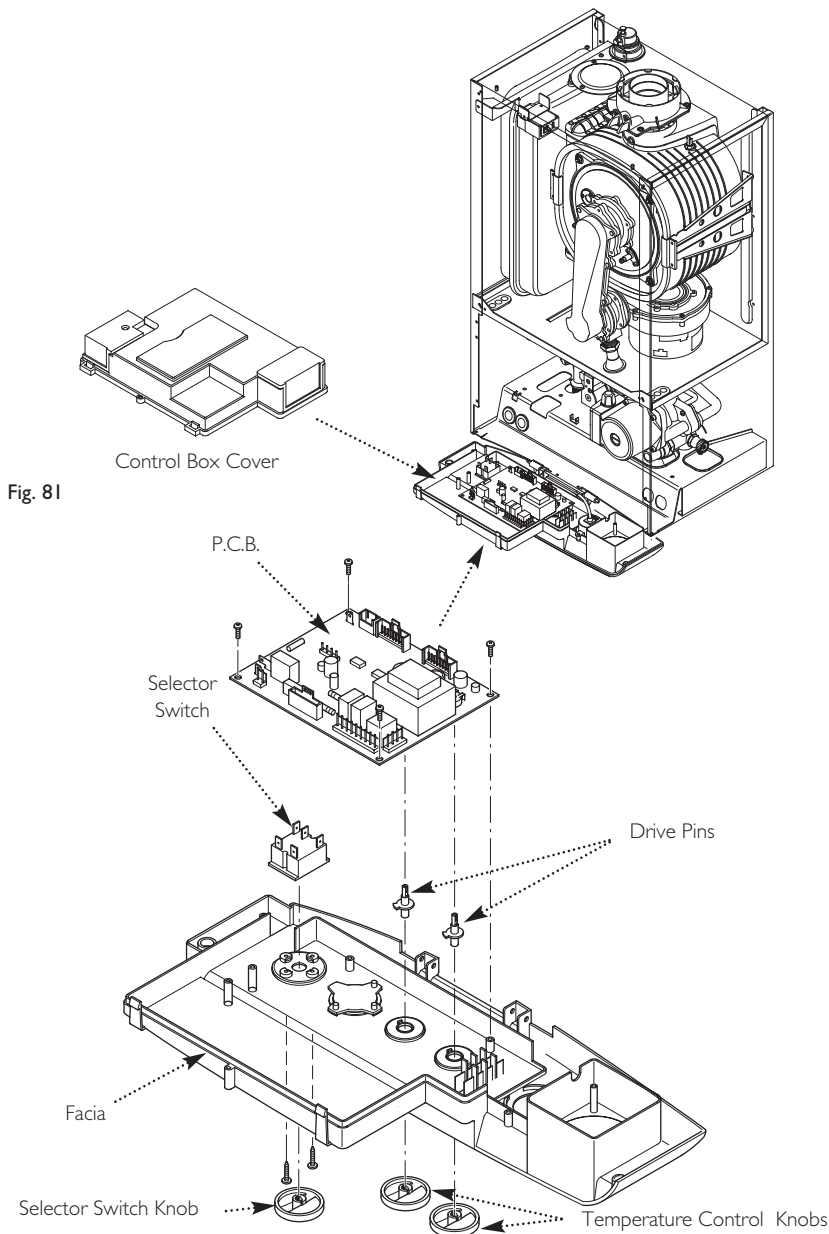

Fig. 82
14.19 Selector Switch (Fig. 82)